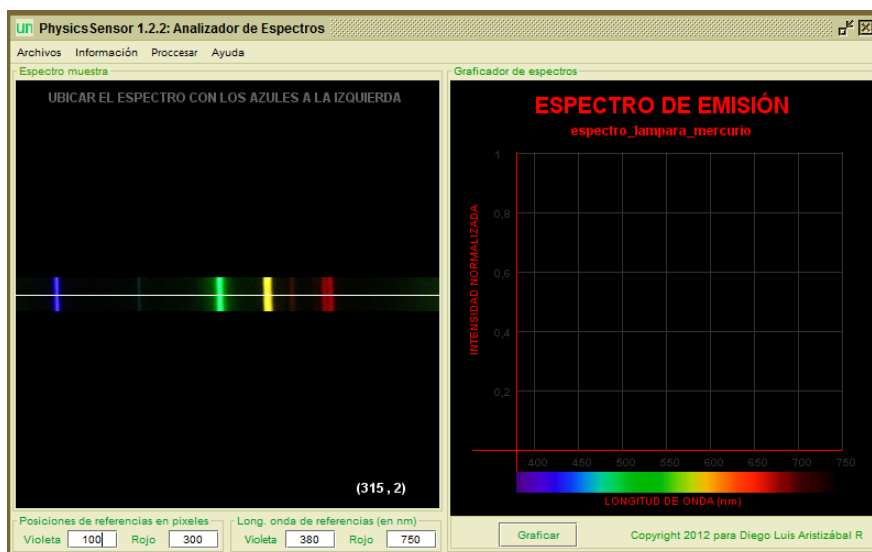

Figura 8.5: El espectro se despliega en el panel izquierdo
- ✓ Hacer doble clic sobre el archivo correspondiente al espectro de la lámpara de mercurio. En el panel izquierdo de la ventana de la aplicación aparecerá el espectro, Figura 8.5 (si el espectro se sale del panel, proceder a disminuir el tamaño de la imagen).